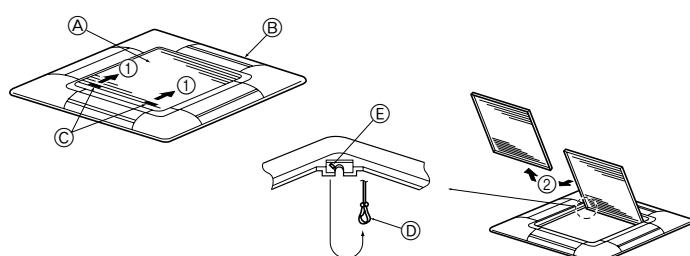
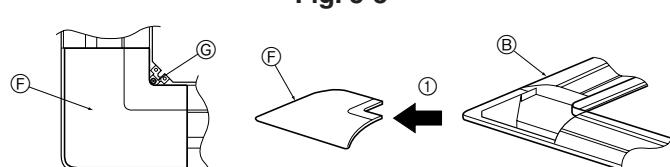

Fig. 5-3
Fig. 5-4
5.2.1. Verwijderen van de grill van de inlaatopening (Fig. 5-3)
- Schuif de hendels in de richting die wordt aangegeven door de pijl ① om de grill van de inlaatopening te openen.
- Verwijder nu het scharnier van de grill van de inlaatopening zoals aangegeven door de pijl ②, terwijl de grill in de geopende positie staat.
5.2.2. Verwijderen van het hoekpaneel (Fig. 5-4)
- Verwijder de schroef uit de hoek van het hoekpaneel. Schuif het hoekpaneel in de richting aangegeven door de pijl ① om het paneel te verwijderen.